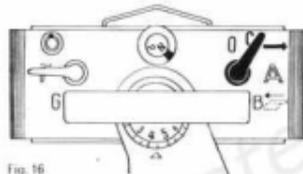

Fig. 16
**C** → Zurückholen der Nadeln aus der Einlegestellung in die Arbeitsstellung, wenn Schloss links steht. Die vorlaufende Seitenkulisze ist ausgeschaltet. Der Pfeil zeigt die Schieberichtung des Schlosses nach rechts, Fig. 16. Nachdem 1 Gang so gestrickt ist, Hebel auf A zurückstellen.